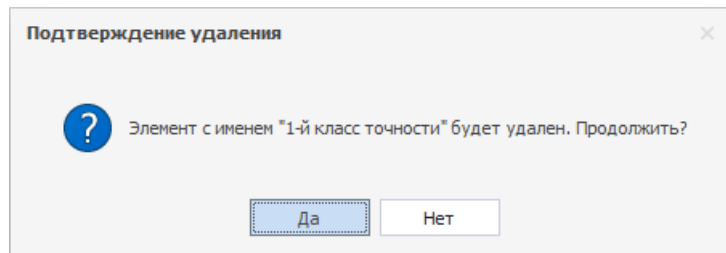

Рис. 103 Подтверждение удаления
3. В окне «Подтверждение удаления» нажмите «Да» для подтверждения удаления шаблона правил, либо «Нет» для отмены действия, Рис. 103.